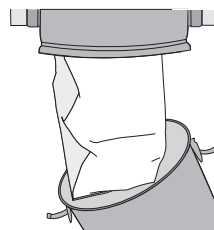

figure 6
1. Pour accéder au sac, défaire les deux attaches de la cuve et la retirer de l'appareil (**figure 6**).